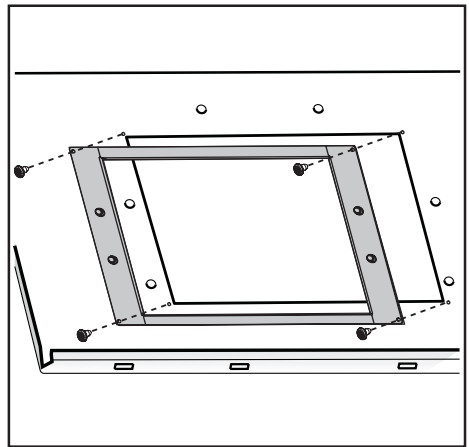

Fig.19
-Om bygeln som indikeras i Fig.19 ingår i emballaget, ska denna fästas på kåpan med de medlevererade skruvarna.